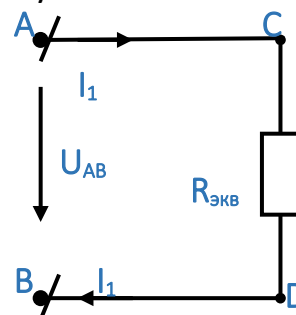

Рисунок 5.5
5. Рисунок 5.5 $R_{\text{ЭКВ}} = R_1 + R_{2456} + R_3 = 4 + 1,529 + 6 = 11,529\text{Ом}$